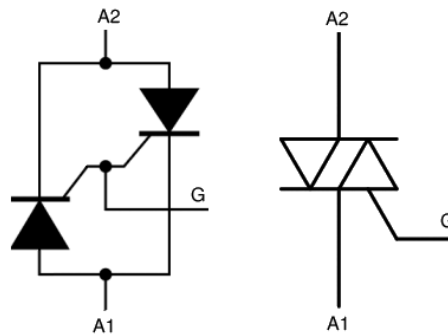

Bild 1.10: Prinzipschaltung und Schaltzeichen eines Triacs
8. **Triac** ist eine englische Abkürzung für „Triode for Alternating Current“. Es handelt sich um ein Halbleiterbauelement, das vom Prinzip her eine Antiparallelschaltung von zwei Thyristoren darstellt (Bild 1.10) und so in der Lage ist, Wechselstrom zu schalten. Ein Triac hat eine Steuerelektrode G (Gate) und zwei Hauptelektroden A1 und A2, wobei eine davon in der Regel eine direkte Verbindung mit dem Gehäuse hat. Damit für die beiden Thyristoren ein Steueranschluss ausreicht, sind in Triacs zwei Zündstrecken integriert, damit er mit positivem und negativem Steuerimpuls in den niederohmigen Zustand geschaltet werden kann.